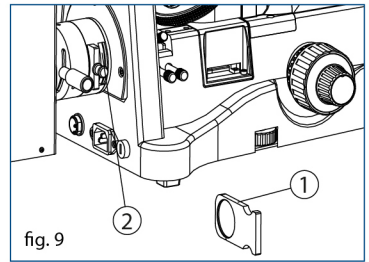

fig. 9
(Fig. 9) Inserte la lámina del filtro polarizador (1) en la ranura del conector (2) hasta que escuche un "clic"